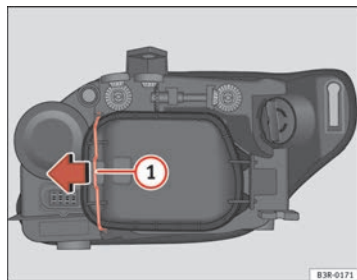

Fig. 212 Luz de posición (lado interior vehículo)
- Desplace el tirante ⇒ fig. 212 ① en el sentido de la flecha y saque la tapa rígida separando primero el lado del tirante y sacando después las dos pestañas del extremo contrario de la tapa.